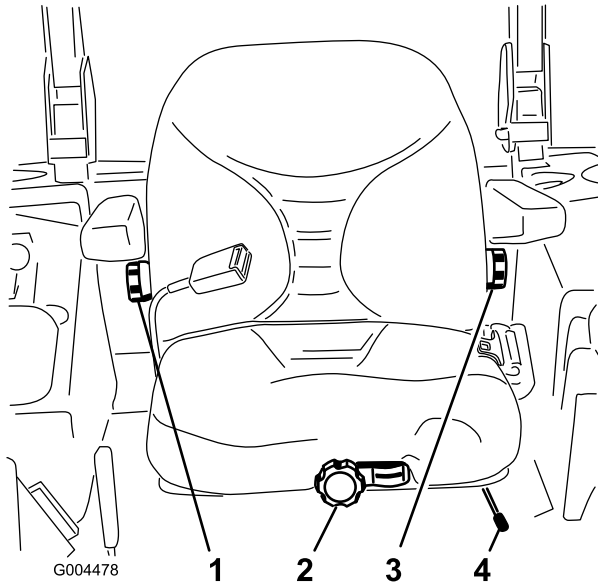

Figure 13
1. Poussez le levier de réglage de côté pour débloquer et régler le siège (Figure 13).
Sans vous asseoir sur le siège, tournez le bouton avant dans un sens ou dans l'autre pour obtenir la position la plus confortable (Figure 13).
Pour ce faire, tournez le bouton situé sous l'accoudoir droit dans un sens ou dans l'autre pour obtenir la position la plus confortable (Figure 13).
Pour ce faire, tournez le bouton situé sous l'accoudoir gauche dans un sens ou dans l'autre pour obtenir la position la plus confortable (Figure 13).